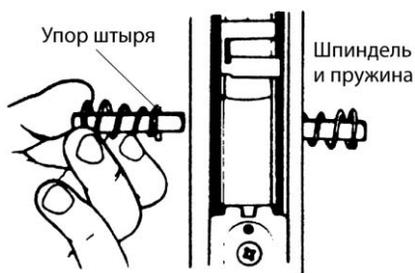

Рис. 6.31. Установка шпинделя (С разрешения компании Schlage Lock Company)
8. Вставить и установить внутренние и наружные шпиндели и пружины так, чтобы ограничитель штыря находился в контакте со ступицей корпуса замка (рис. 6.31).